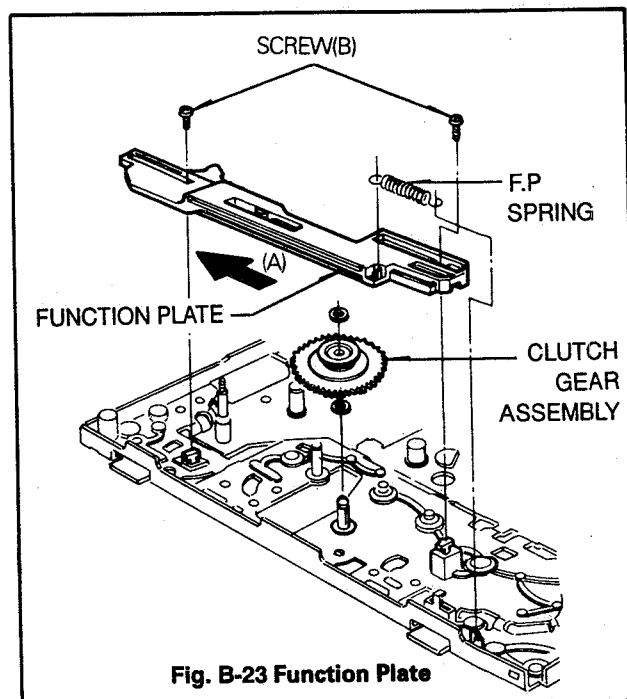

Fig. B-23 Function Plate
23. Function Plate (Fig. B-23)